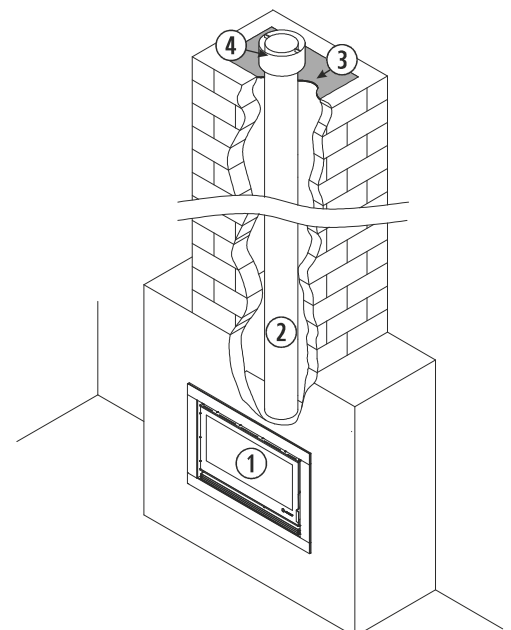

Figura 8
- Ao instalar a saída de gases sobre uma chaminé de obra, recomenda-se empregar tubagem metálica através desta, para evitar fissuras, rugosidades, variações de secção, etc. Numa chaminé já existente, esta deverá ser completamente limpa antes de realizar a instalação. O tubo deve ultrapassar a altura da chaminé de obra e sobressair uns centímetros na parte superior. No topo da chaminé, deve ser colocada uma placa de estanqueidade e um cobre-águas, como é mostrado na *figura 8*. Em alguns casos, a geometria da chaminé de obra existente, impossibilita a utilização de tubagem rígida, nestes casos excepcionais a normativa permite a utilização de canais flexíveis, que são de superfície lisa para evitar as perdas de pressão por roçamento e evitando mudar de direcção em ângulos superiores a 45°.
①	Estufa.
②	Tubagem de saída de gases.
③	Placa de estanqueidade e cobre-águas
④	Cabeça de chaminé anti-vento